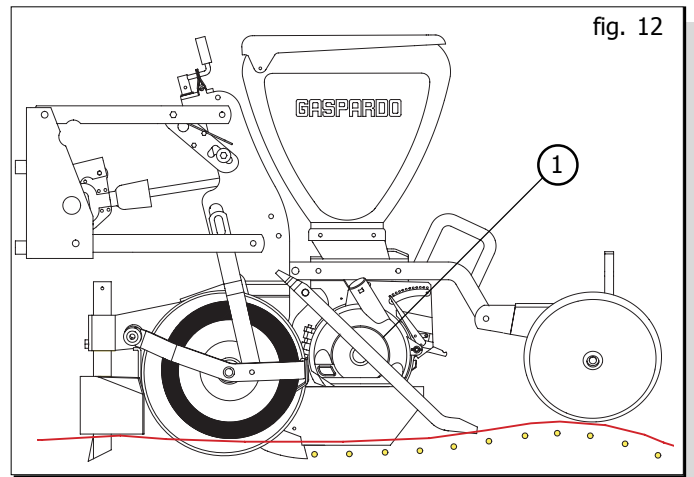
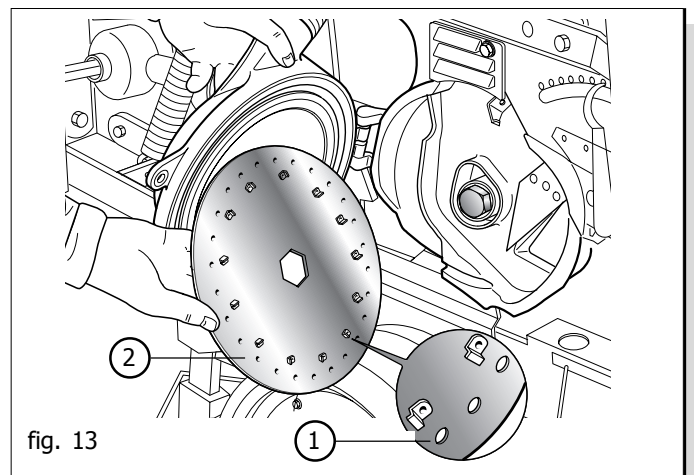

fig. 12
fig. 13
All'interno dei distributori (1 Fig. 12) va montato un disco (Fig. 13) scelto in funzione della dimensione del seme (il seme non deve in nessun modo poter entrare nel foro).
- Il disco deve essere montato con i piolini (2 Fig. 13) rivolti all'interno del distributore.